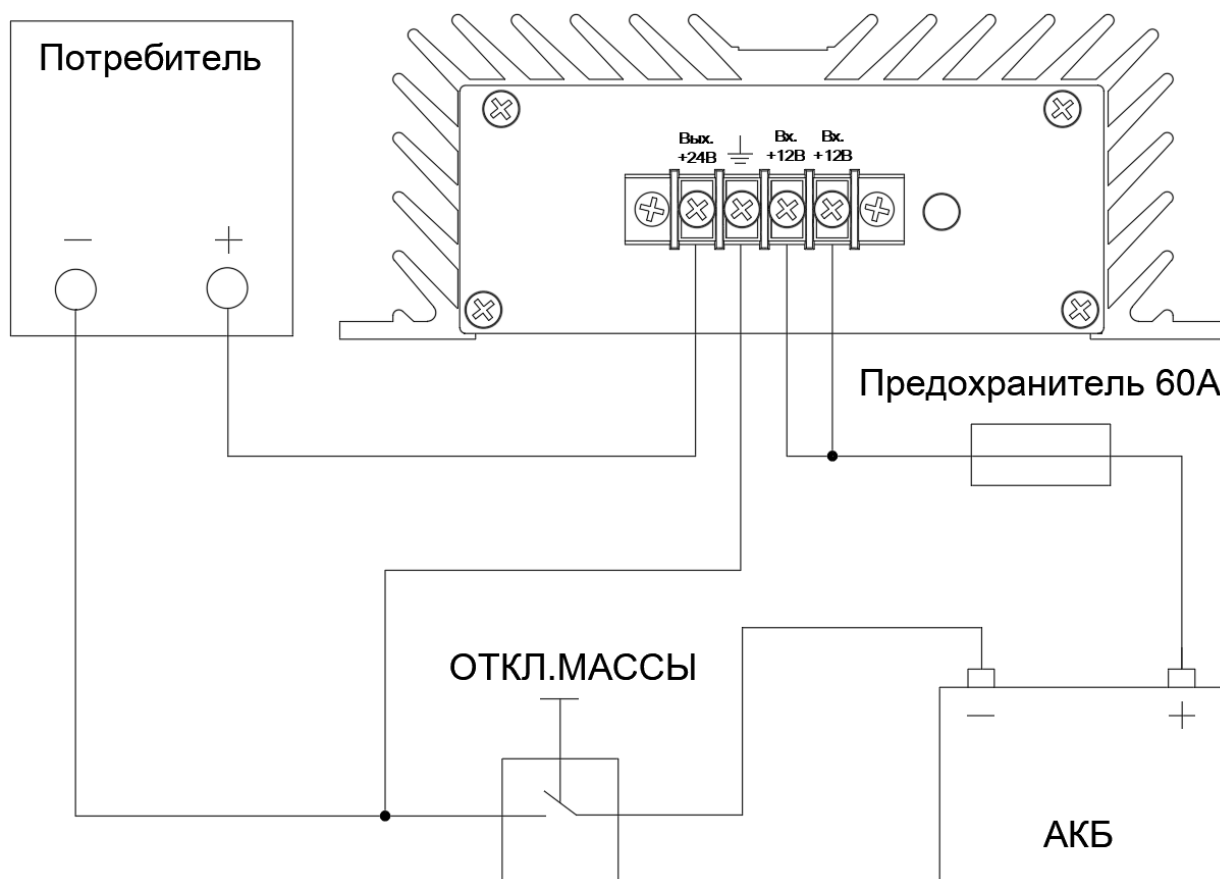

Рис. 1: Схема подключения устройства
4.3 Подключите клемму «+12В» преобразователя к бортовой сети автомобиля через дополнительно установленный предохранитель. Номинал дополнительного предохранителя — 60А; (См. рис. 1).